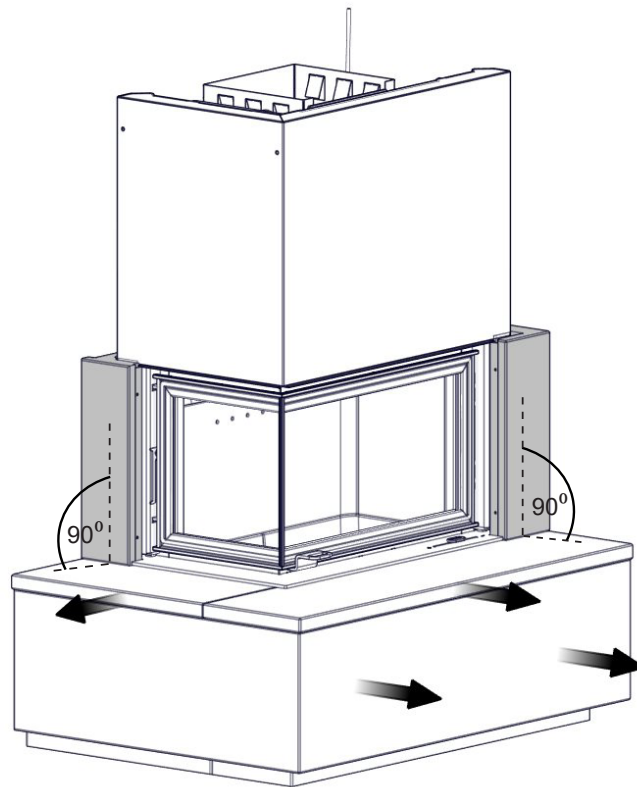

FIG 18
**NO:** Om ildstedet skal monteres med tilslutning av pipe bak og tilluftskanal, lag hull etter perforeringen i platen. Betongring monteres mellom platen og veggen, se fig. 18 a. Fest betongringen med akryl.
**SE:** Om kaminen ska monteras med bakre rökgasanslutning och luftkanal, måste hål tas upp i bakplattan (hålmarkering finns i plattan) och en betongring monteras mellan plattan och väggen, se fig. 18 a. Fäst betongringen i plattan med akryllim.
**DE:** Wenn Sie den hinteren Schornsteinanschluss oder einen Außenluftkanal nutzen, öffnen Sie die Perforation und setzen Sie in die entstehende Öffnung einen Betonring zwischen der Platte und der angrenzenden Wand ein, siehe Abb. 18 a. Verwenden Sie Acrylkleber, um den Ring mit der Platte zu verbinden.
**FR:** Si vous utilisez un raccordement de cheminée arrière et un conduit d'air extérieur, effectuer une découpe et placer un anneau en béton entre la plaque et le mur adjacent - voir Fig. 18 a. Utiliser de la colle acrylique pour fixer l'anneau sur la plaque.
**FIG 18 a** Monaco A Low Base\_Q-34 AL + Bench